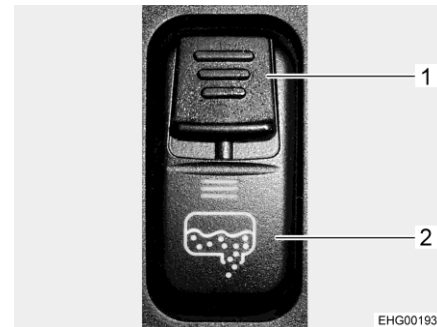

Fig. 156 Interruptor basculante (llave de desagüe)
La llave de desagüe para el depósito de aguas residuales se abre y se cierra a través de un interruptor basculante de la consola de conmutadores en la cabina del conductor. Para prevenir una apertura involuntaria de la llave de desagüe, el interruptor basculante está provisto de un interruptor deslizante de seguridad (Fig. 156,1). El tubo de salida con la conexión para una manguera de aguas residuales se encuentra debajo del vehículo.
- Empujar el interruptor deslizante de seguridad (Fig. 156,1) en el interruptor basculante (Fig. 156,2) hacia abajo y, al mismo tiempo, pulsar la parte inferior del interruptor basculante. De este modo, se abrirá la válvula de aguas residuales y se vaciará el depósito de aguas residuales. El LED estará encendido mientras que esté abierto el grifo para la eliminación de aguas residuales.
- Una vez que hayan salido totalmente las aguas residuales, volver a cerrar la llave de desagüe. Para ello, presionar hacia arriba el conmutador de mando (Fig. 156,1).